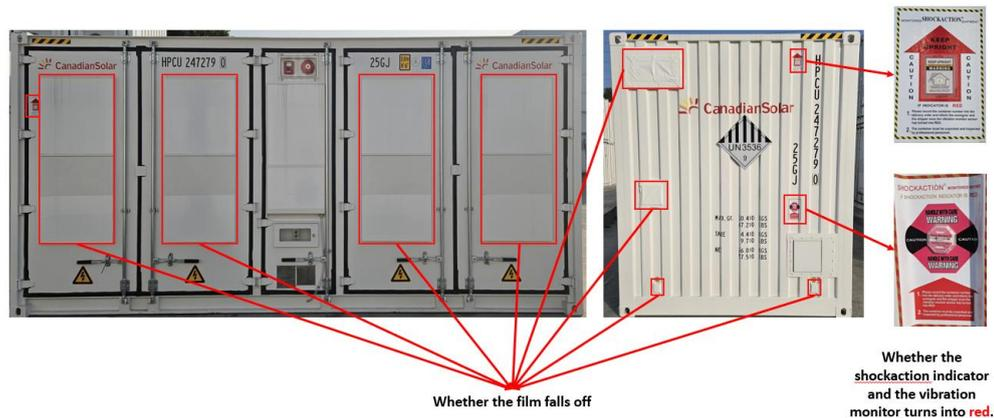

Figura 4 Verificação do adesivo
1. Ao trocar o equipamento de transporte (após o levantamento), é necessário verificar se a estrutura da peça mostrada na Figura 3 está intacta. Verifique se a estrutura está deformada ou danificada e se a pintura está descascando ou enferrujada. Também os adesivos mostrados na Figura 4 devem ser verificados.